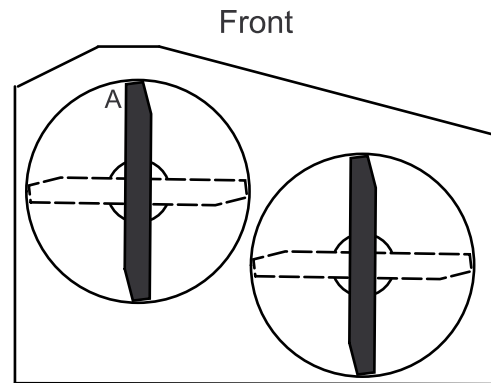

Рисунок 61
4. Измерьте высоту в точке А от горизонтальной поверхности до режущей кромки на конце ножа (Рисунок 61).